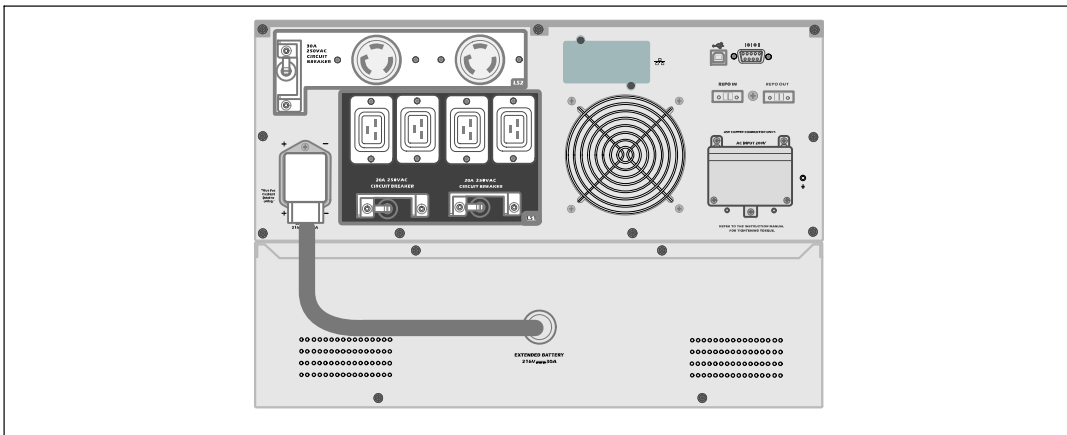

Рисунок 15. Установка МВБ
- 1** Подсоедините кабель МВБ к разъему батарей ИБП (см. Рисунок 15).